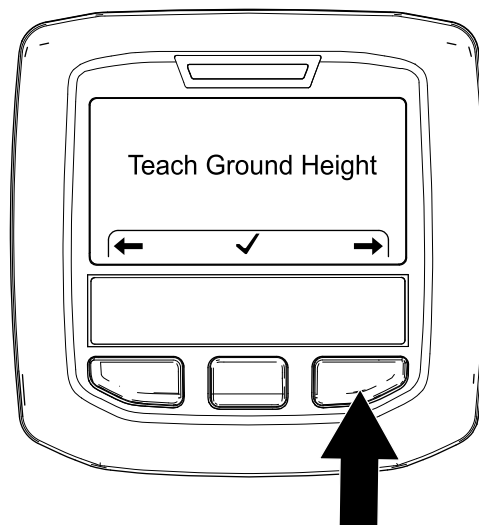

Figura 46
2. Premete due volte il tasto destro dell'InfoCenter per visualizzare la schermata Calibrazione della distanza delle fustelle dal terreno (Figura 46).